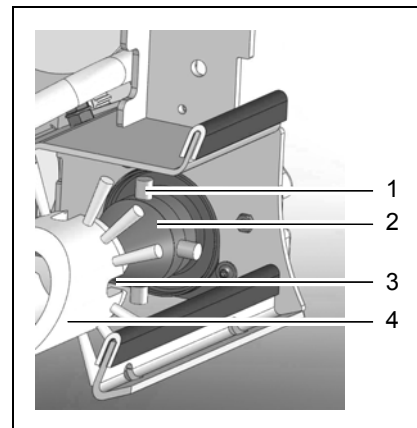

Abb. 8
7. Zum Aufschieben der Walzenbürste (Abb. 8/4) auf die gegenüberliegende Bürstenmitnahme (Abb. 8/2) Walzenbürste (Abb. 8/4) leicht anheben und ggf. etwas verdrehen, bis Mitnehmernuten (Abb. 8/3) von der
Walzenbürste (Abb. 8/4) spürbar auf die Stifte (Abb. 8/1) der Bürstenmitnahme (Abb. 8/2) aufgleiten.